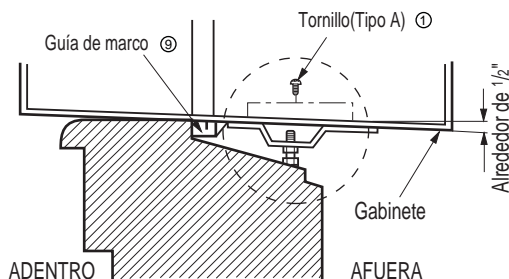

Fig. 4
4. Introduzca las guías de los marcos ① en la parte inferior de la carcasa con la parte delantera de la guía del marco enfocado hacia la parte delantera de la carcasa. FIG.4
5. Inserte el marco de la cortina en la guía superior las guías del marco FIG.4
6. Fije las cortinas a la unidad con 4 tornillos tipo A FIG.4
4. Seleccione la posición en la que colocará el soporte del dintel ⑥ cerca del punto más externo del dintel. Fig. 4
**NOTA:** Tenga cuidado cuando instala el gabinete (las guías de marcos ③ se rompen fácilmente).
5. Agregue el soporte del dintel al hueco de la guía del gabinete según la posición seleccionada usando 2 tornillos tipo A ① en cada soporte Fig. 4